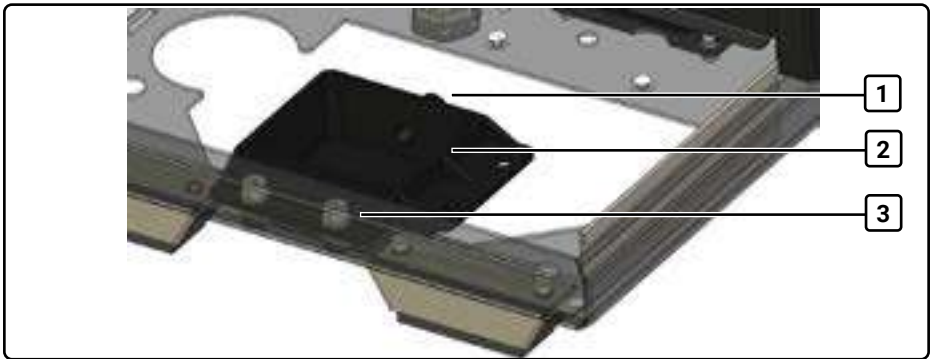

Abb. 6 Ablaufwanne, installiert
1. Ablaufwanne (2, Abb. 6) mit den Befestigungsschrauben und Unterlegscheiben (3, Abb. 6) an der Aufnahme der Auffangschale befestigen.
2. Abwasserschlauch am Anschluss (1, Abb. 6) anstecken und mit der Schlauchklemme fixieren.